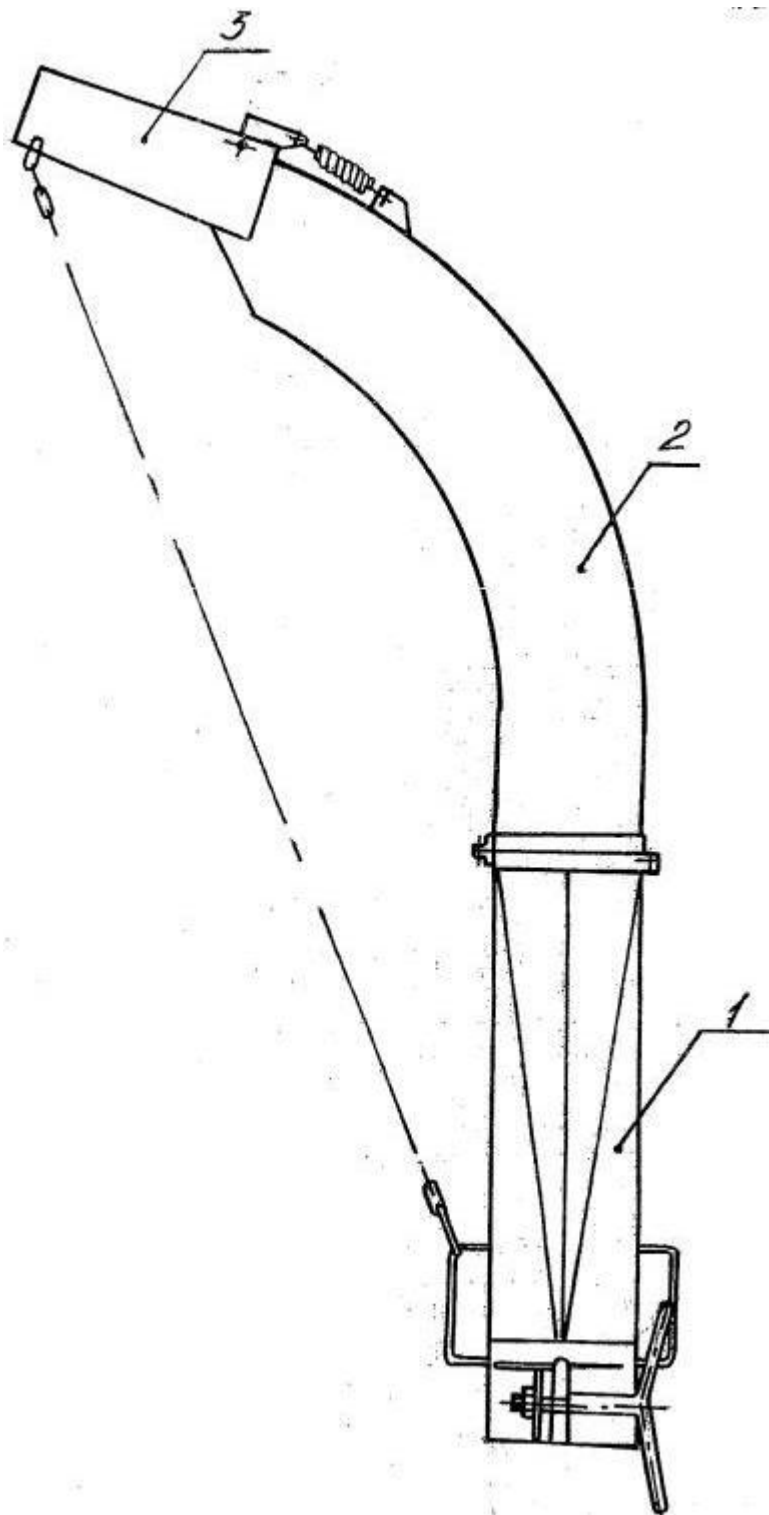

Рисунок 5. Щепопровод.
Для удаления щепы из корпуса рабочего органа установлен щепопровод (рис. 5). Щепопровод – это листовая сварная конструкция, верхняя часть которого выполнена поворотной. На конце щепопровода установлено забрало (3), служащее для регулировки дальности вылета щепы.